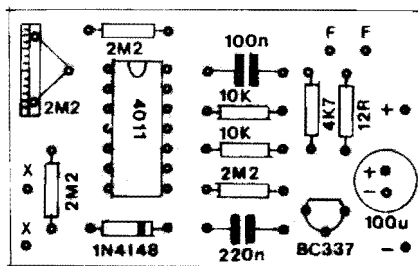

Fig.3
- FIG. 3 - “CHAPEADO” DA MONTAGEM - De acordo com o “velho” e reconhecidamente eficiente sistema adotado por APE para a demonstração visual das montagens, a placa é vista pela sua face não cobreada, com cada uma das principais peças nitidamente identificadas pelas suas formas estilizadas, ou símbolos convencionais, seus códigos ou “nomes”, seus valores, polaridades, etc. Mesmo quem nunca antes “tentou” realizar uma montagem, conseguirá posicionar tudo corretamente, utilizando - se preciso - as in-